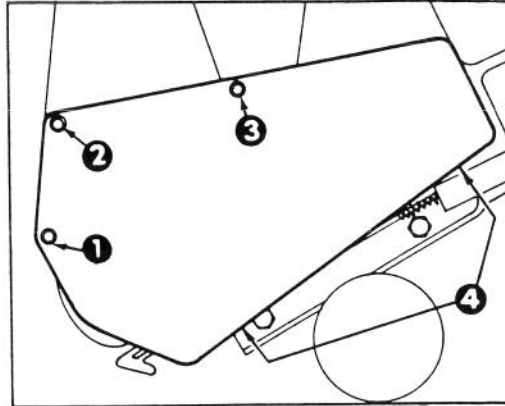

Abb. 13
3. Die Schneefräse auf das Vorderteil kippen. Die Schloßschrauben und Gegenmuttern entfernen, mit denen die Schürfleiste befestigt ist (Abb. 13). Schürfleiste entfernen indem Sie sie nach rechts unten drücken.
### AUSWECHSELN DES ANTRIEBSRIEMENS (Abb. 13 und 14)
2. (3) Schneidschrauben, (2) Kopfschrauben, (1) Unterlegscheibe und (2) Muttern mit denen die Riemenverkleidung am Rahmen der Schneefräse befestigt ist, entfernen (Abb. 13). Riemenverkleidung abnehmen.